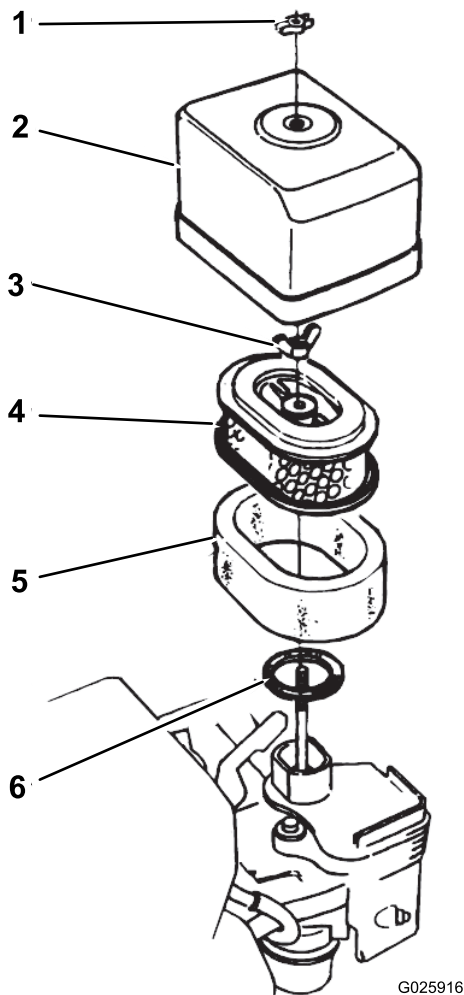

Figure 32
2. Enlevez les écrous à oreilles qui fixent le couvercle du filtre à air et déposez le couvercle (Figure 32).
4. Retirez l'écrou à oreilles de fixation du filtre à air et déposez le filtre (Figure 32).
5. Retirez l'élément en mousse de l'élément en papier (Figure 32).